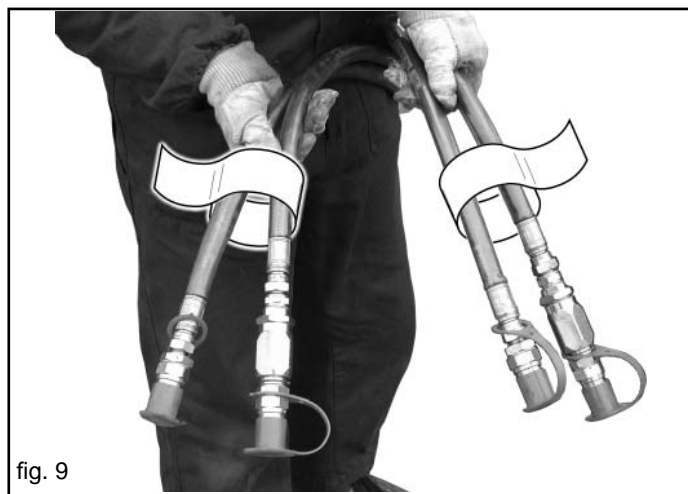

fig. 9
- 5) Die öldynamischen Schläuche unter Befolgen der an jedem Schlauch angebrachten Anleitungen korrekt an den Verteilern des Schleppers anschließen (Abb. 9).